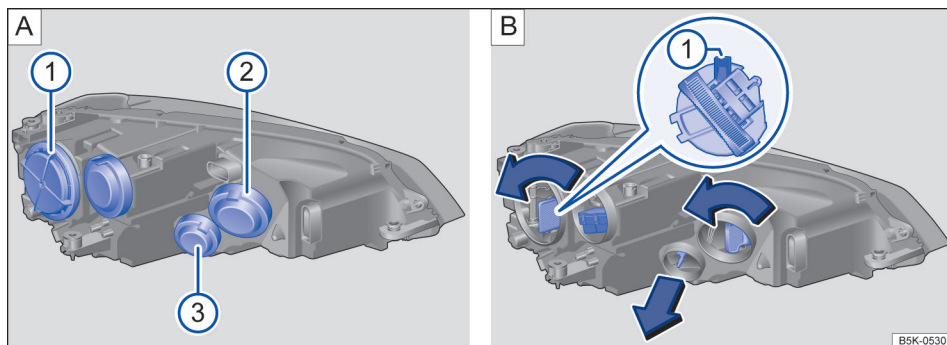

Fig. 185 No compartimento do motor: tampas no farol esquerdo: ① farol baixo, ② farol alto, luz de posição e farol de rodagem diurna, ③ intermitente.
→ Fig. 185
- ⑤ Substitua a lâmpada com defeito por outra nova do mesmo tipo.
- ⑥ **Farol baixo** ①: Coloque o suporte da lâmpada no farol com a lingueta de encaixa para cima → Fig. 185 B ① e o gire no sentido horário ao máximo.